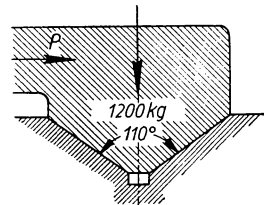

Bild 253
**388.** Der Tisch einer Hobelmaschine (Bild 253) stützt sich mit  $1200\text{ kg}$  senkrechter Belastung auf die skizzierte keilförmige Führungsrinne. Die Reibungszahl ist  $0,07$ . Welche höchstzulässige waagerechte Kraft  $P$  darf auf den Tisch ausgeübt werden, etwa durch den am aufgespannten Werkstück angreifenden Hobelmeißel, ohne daß der Tisch seitlich aus der Führung herausgehoben wird und entgleist?